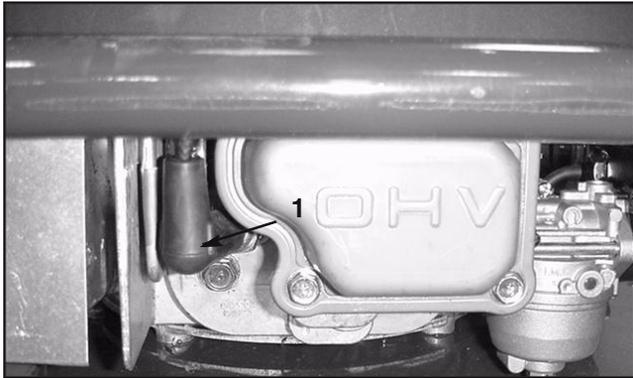

図18
2. 駐車ブレーキを掛ける(図18)。
3. 速度セクタ・レバーが「ニュートラル」位置にあること、また、ペイント制御レバーと走行制御レバーが解除されていることを確認する(図18)。
1. 走行速度コントロールをニュートラル位置にセットし、駐車ブレーキを掛ける (図18)。
3. 走行速度コントロールを希望する速度位置に動かす (図18)。